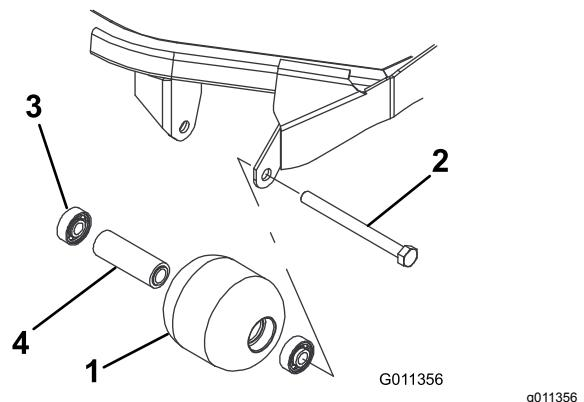

Bild 61
1. Entfernen Sie die Rollenbefestigungsschraube (Bild 61).
4. Prüfen Sie das Rollengehäuse, die Lager und das Distanzstück auf Beschädigungen (Bild 61). Tauschen Sie alle beschädigten Teile aus und bauen Sie alles wieder zusammen.
1. Drücken Sie das erste Lager in das Rollengehäuse (Bild 61). Drücken Sie dabei nur auf den äußeren Ring oder gleichmäßig auf die inneren und äußeren Ringe.
2. Setzen Sie ein Distanzstück ein (Bild 61).
3. Drücken Sie das zweite Lager in das Rollengehäuse (Bild 61). Pressen Sie dabei gleichmäßig auf den inneren und den äußeren Ring, bis der innere Ring das Distanzstück berührt.